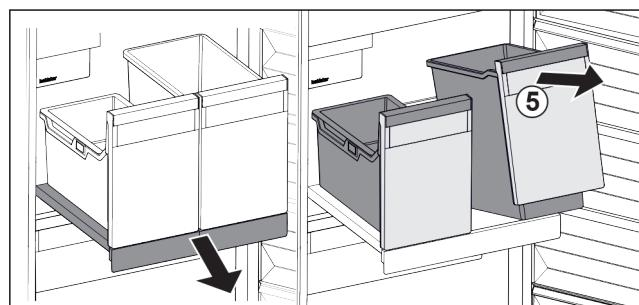

Fig. 89
- Nádobu Fig. 89 (5) vpředu nadzvedněte.